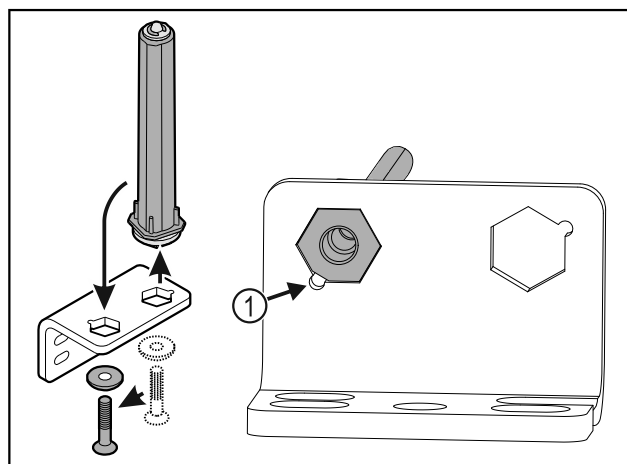

Fig. 37
- ▶ Let erop dat bij het plaatsen de boutafschuiving Fig. 37 (1) naar het ronde gat wijst.